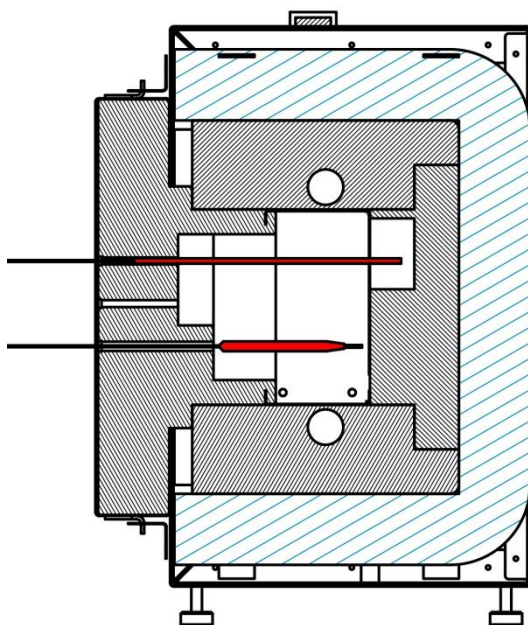

Рис. 3 Размещение датчиков в камере стенда.
1. Вставить чувствительную часть капиллярной трубки в подходящее по диаметру отверстие на глубину примерно 12-15см, либо до упора о заднюю стенку с последующим выдвиганием на 0,5-1см. Испытательная камера имеет углубления в передней и задней стенке для верхних рядов датчиков (рисунок 3), для возможности проведения испытаний датчиков с длинным чувствительным элементом (до 15см).